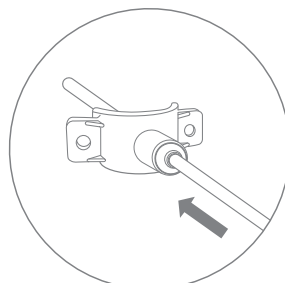

Рис. 27
- вставьте трубку красного цвета (рис. 27) вторым концом через хомут в просверленное отверстие на 7...10 мм.